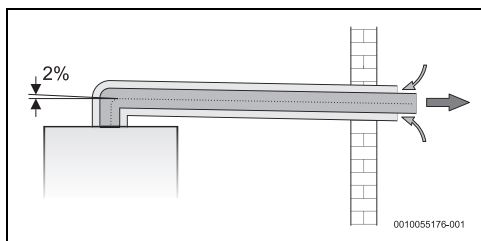

Fig. 24 Installazione tipo C13
- avere una pendenza negativa (Fig. 24)